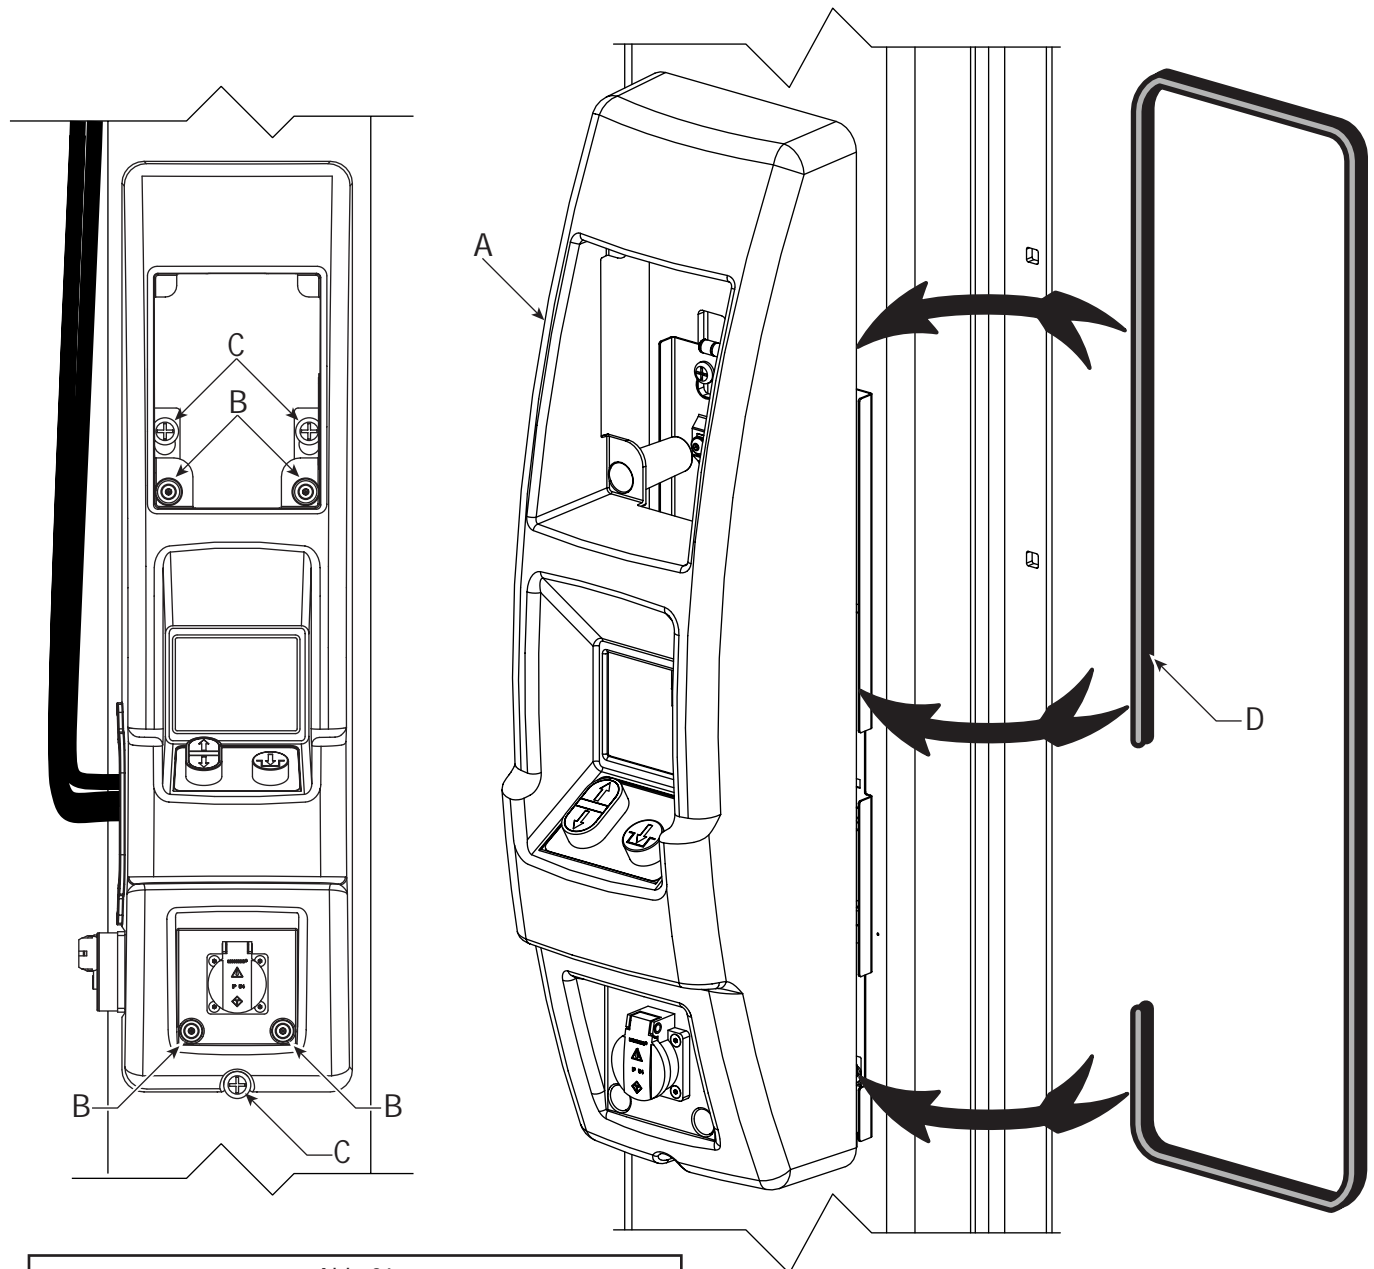

Abb. 26
A) Um die Dichtungen auf der Hauptbedienfeldseite zu montieren, die (4) 5/16"-18NCx3/8" BHCS ausfindig machen, die das schwarze Gehäuse niederhalten und diese durch 3-4 Umdrehungen lösen (Ab. 26). Ebenso die (2) oberen und (1) unteren 5/16"-18NC x 3/8" PHMS lösen, welche die Bedieneinheit an der Säule halten. Die Dichtung hinter dem Haupteinheitsgehäuse einpassen und die Schrauben festziehen (Abb. 26). Die Befestigungsschrauben so lange anziehen, bis die Dichtung richtig an der Säule sitzt. Nicht zu fest anziehen.